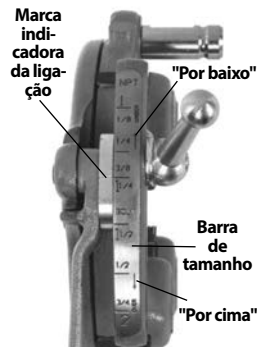

Figura 7 - Ajustar o tamanho da rosca
- Inicie com a marca indicadora alinhada com a marca de tamanho desejado na barra de tamanho. Em cabeças de rosca de parafuso, define a marca de ligação em linha na barra de tamanho. Para roscas de parafuso com cabeça de rosca universal, configure todas as cabeças de rosca na linha BOLT na barra de tamanho (Figura 7).